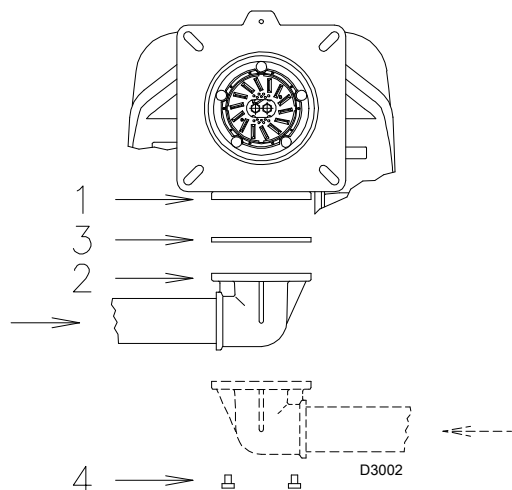

图 28
- 燃气阀组必须通过随附的法兰 2)、垫片 3) 和螺丝 4) 连接到燃气接口 1)(图 28) 上。
- 燃气阀组可从燃烧器右侧或左侧安装，视安装便利程度而定，见图 28。